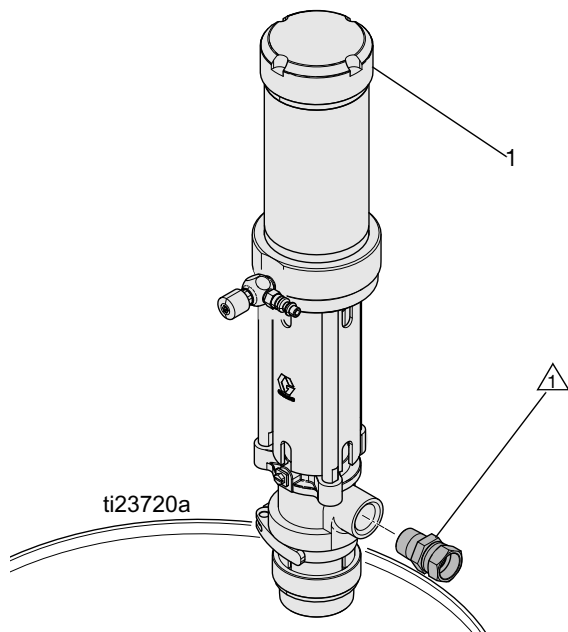

FIG. 5
2. Applicare del sigillante per filettature al connettore d'uscita maschio (non incluso) e inserire nella porta di uscita. Vedere FIG. 5.
3. Usare le etichette (70) fornite per identificare la pompa adatta al proprio materiale. Vedere FIG. 5.